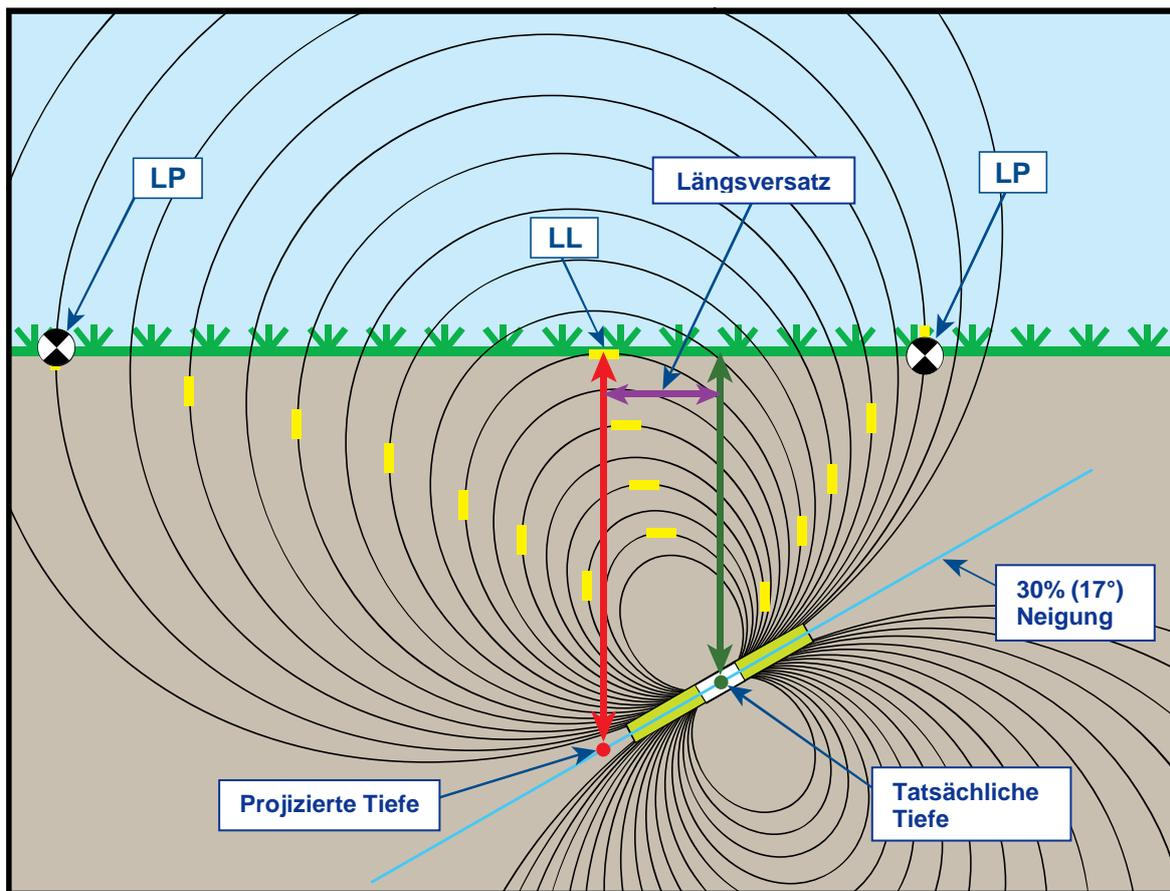

Abbildung B2 Projizierte Tiefe gegenüber tatsächlicher Tiefe und Längsversatz wenn steil und tief
Projizierte Tiefe und Längsversatz (siehe Abbildung B2) müssen berücksichtigt werden, wenn der Sender steil und/oder tief ist. Benutzen Sie die weiter hinten in diesem Anhang bereitgestellten Tabellen (Tabelle B1 und B2), um tatsächliche Tiefe und Längsversatz zu bestimmen, wenn die angezeigte (projizierte) Tiefe und die Neigung des Senders bekannt sind.
Die obenstehende Abbildung B2 zeigt einen in einem Bohrstrang angeordneten Sender, der das Bohren mit positiver oder negativer Neigung veranschaulichen soll — die Neigung ist positiv, wenn von links nach rechts gebohrt wird, negativ beim Bohren von rechts nach links. Das Signalfeld des Senders ist im gleichen Winkel wie der Sender geneigt. Die Ortungslinie (LL), an der die Tiefenmessung vorgenommen wird, ist die horizontale Komponente der Flusslinien des Sendersignalfelds. Das heißt, die LL liegt dort, wo die Flusslinien horizontal sind, wie in der obenstehenden Abbildung durch die kurzen waagrechten gelben Linien veranschaulicht.
Die Ortungspunkte (FLP und RLP) sind in Abbildung B2 ebenfalls dargestellt. Diese Punkte liegen an den vertikalen Komponenten des Signalfelds, wie mit kurzen vertikalen gelben Linien in der obenstehenden Abbildung veranschaulicht. Man beachte, dass die Ortungspunkte bei geneigtem Sender unterschiedliche Abstände von der LL haben. Wie gesagt, ist in dieser Situation eine Korrektur für die projizierte Tiefe und/oder den Längsversatz erforderlich.